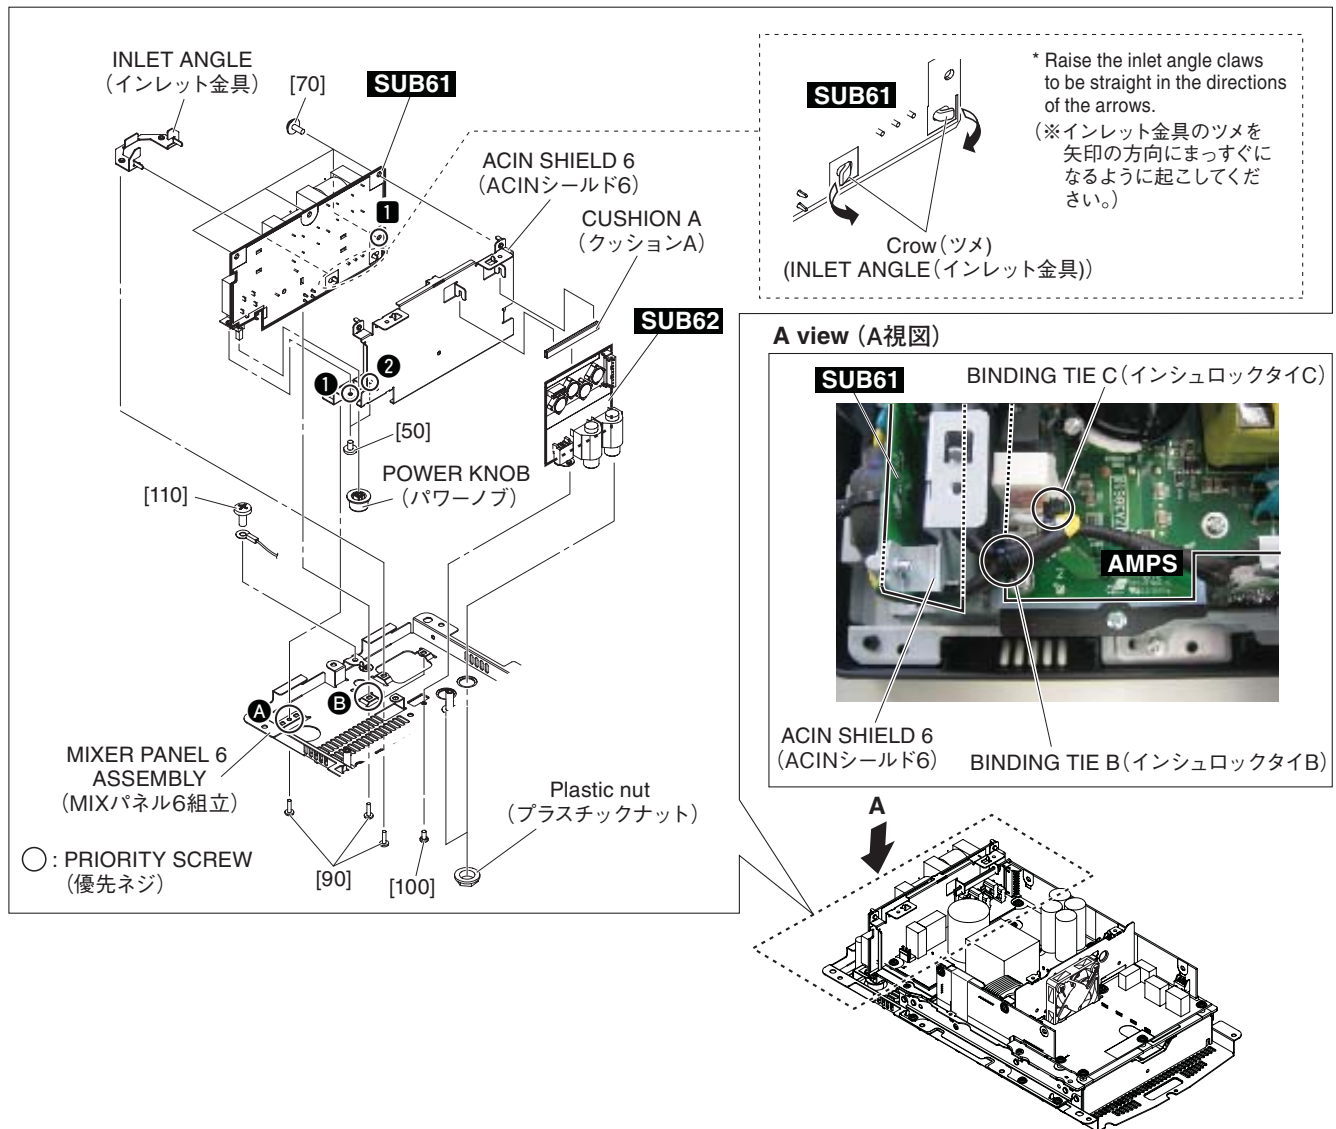

Fig.B-6 (図B-6)
- B-6-4-1 Remove the screw marked [110] and four (4) screws marked [90]. The ACIN shield 6 can then be removed together with the SUB61 circuit board. (Fig. B-6)
- * **When installing the ACIN shield 6, first tighten the two (2) priority screws as shown in Fig. B-6.**
- B-6-4-2 Remove the power knob, two (2) screws marked [50] and four (4) screws marked [70]. The SUB61 circuit board can then be removed. (Fig. B-6)
- * **Be sure to remove binding tie B and remove binding tie C. Install as before binding tie B and binding tie C was removed. (Fig. B-6)**
- * **When installing the SUB61 circuit board, first tighten the screws marked [50] and then the screws marked [70]. First tighten their priority screws in order as shown in Fig. B-6. (Fig. B-6)**
- B-6-4-3 Straighten the two claws of the inlet angle and remove the inlet angle from the SUB61 circuit board. (Fig. B-6)
- * **The power knob and the inlet angle are not parts of the SUB61 circuit board. When replacing the SUB61 circuit board, remove the power knob and the inlet angle from the SUB61 circuit board and install them to the new circuit board. (Fig. B-6)**
- B-6-4-1 [110] のネジ 1 本と [90] のネジ 4 本を外して、SUB61 シートと共に ACIN シールド 6 を外します。(図 B-6)
- ※ ACIN シールド 6 を取り付けるときには、優先ネジ 2 本を図に示す順で先に締めてください。(図 B-6)
- B-6-4-2 パワーノブ 1 個と [50] のネジ 2 本と [70] のネジ 4 本を外して、SUB61 シートを外します。(図 B-6)
取付けるときには、インシュロックタイ B とインシュロックタイ C を取り外す前と同じように取り付けてください。(図 B-6)
このとき、それぞれの優先ネジを図に示す順で先に締めてください。(図 B-6)
- B-6-4-3 インレット金具のツメ 2 箇所をまっすぐに伸ばして、SUB61 シートからインレット金具を外します。(図 B-6)
- ※ パワーノブとインレット金具は SUB61 シートの構成部品ではありません。SUB61 シートを交換する際には、SUB61 シートからパワーノブとインレット金具を取り外して、新しいシートに取り付けてください。(図 B-6)
The SUB62 circuit board can then be removed. (Fig. B-6)
* **The cushion A are not parts of the SUB62 circuit board. When replacing the SUB62 circuit board, remove the cushion A from the SUB62 circuit board and install them to the new circuit board. (Fig. B-6)**
B-6-5-2 プラスチックナット 2 個と [100] のネジ 1 本を外して、SUB62 シートを外します。(図 B-6)
※ クッション A は SUB62 シートの構成部品ではありません。SUB62 シートを交換する際には取り外して、新しいシートに取り付けてください。(図 B-6)